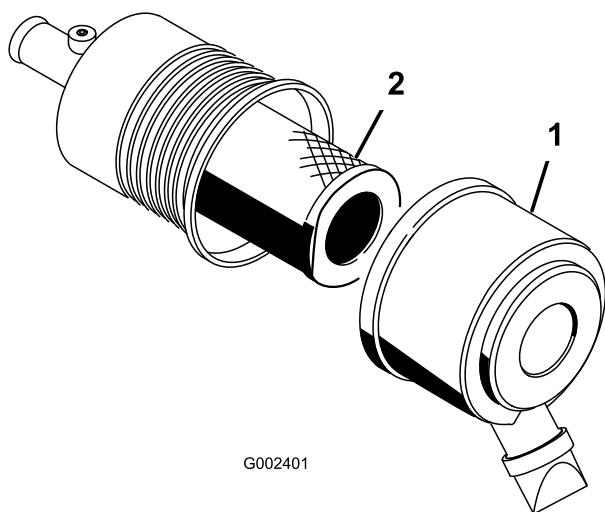

図 51
1. エアクリーナのカバーをボディーに固定しているラッチを外す(図 51)。
2. ボディーからカバーを外す(図 51)。
4. フィルタを取り外して交換する(図 51)。